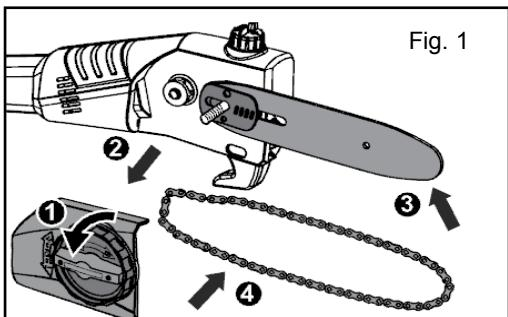

Fig. 1
- Afloje la perilla de bloqueo (Fig. 1 ①) girándola en sentido antihorario.
- Retire la cubierta de la cadena (Fig.1 ②).
- Coloque la barra con el orificio longitudinal en el perno roscado (Fig.1 ③).
- Coloque la cadena alrededor de la barra y la rueda dentada de transmisión (Fig. 1 ④).